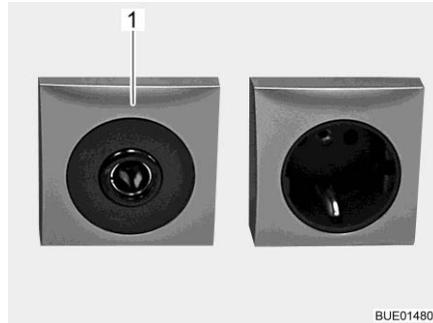

Fig. 137 Presa 12 V/10 A
- ▷ Alle prese (Fig. 137,1) della rete di bordo a 12 V, connettere solo apparecchi funzionanti al massimo a 10 A.